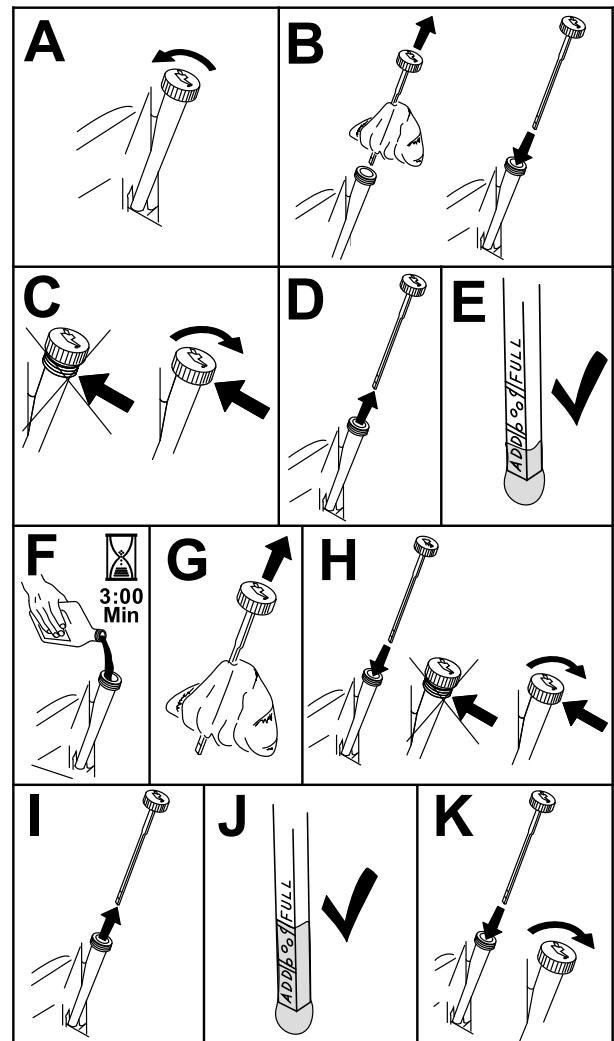

Figure 48
3. Pour éviter de faire tomber de l'herbe, de la poussière, etc. dans le moteur, nettoyez la surface autour du bouchon de remplissage et de la jauge de niveau avant de l'enlever (Figure 48).